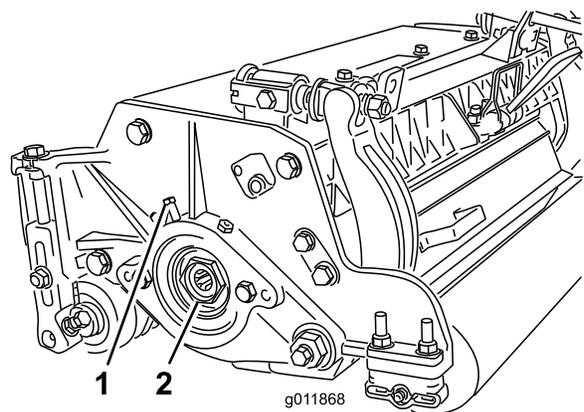

Bild 25
- A. Lösen Sie die externe Stellschraube, mit denen die Einstellmutter des Lagers am Lagergehäuse links an der Schneideinheit befestigt ist (Bild 25).